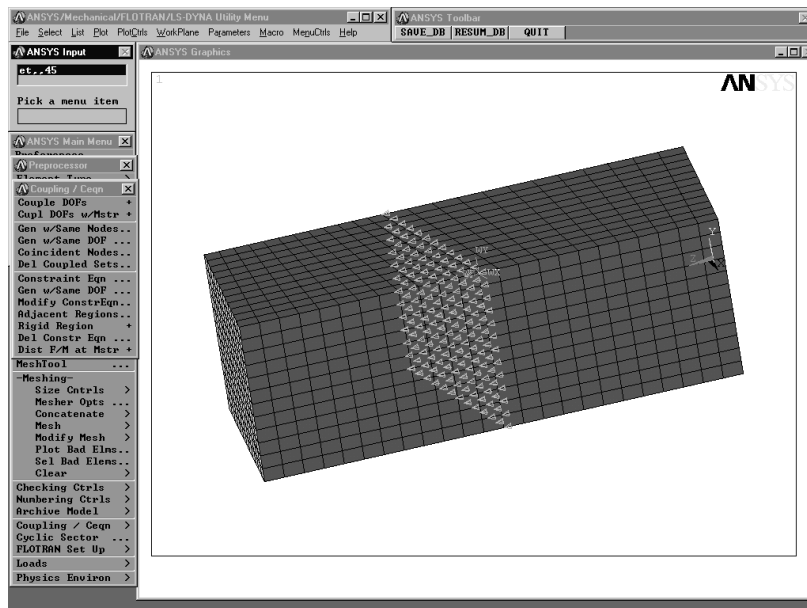

Рис. 10.6. Условное отображение связанных узлов
14. Связать перемещения совпадающих узлов, которые происходят в направлении нормали к контактирующим поверхностям (см. рис. 10.6):